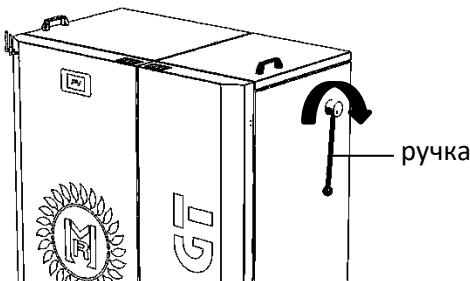

Рис. 5
- а) Механическая очистка теплообменника (Рис.5).
Механическая очистка теплообменника позволяет очищать дымогарные трубы теплообменника от золы, сажи и смоляных отложений. Значительно уменьшает трудозатраты на обслуживание котла и позволяет не терять время и тепловую мощность на проведение регулярных чисток. Для очистки следует повернуть несколько раз ручку с правой стороны тела котла (рис. 5).